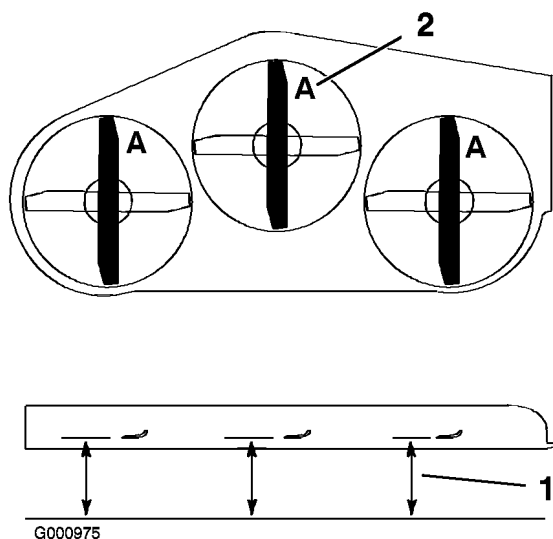
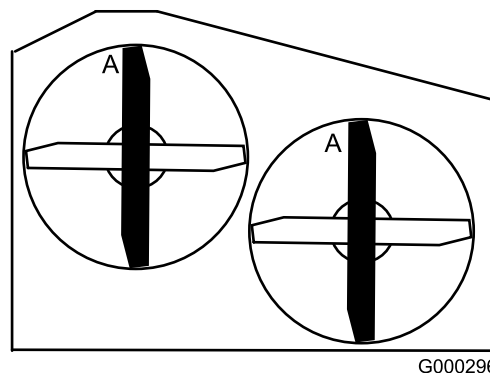

Figura 87
Figura 88
3. Con la máquina ubicada en una superficie nivelada, coloque una cuchilla en posición longitudinal. Mida en la posición **A** desde una superficie nivelada hasta el filo de corte de los extremos de la cuchilla (Figura 87). Para las plataformas de cortacésped de 36 pulgadas, consulte la Figura 88.